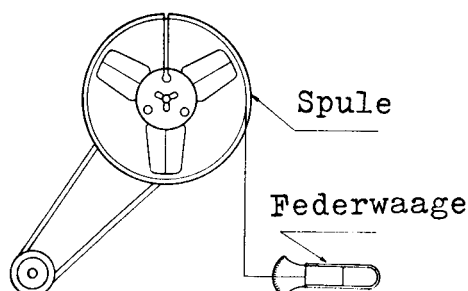

Abb. 7
- Das lose Ende eines aufgewickelten Tonbandes wird an der Spule festgeklebt, so daß sich eine kleine Schlaufe bildet. Das Tonband wird nun auf den rechten Teller aufgesetzt (s. Abb. 7).